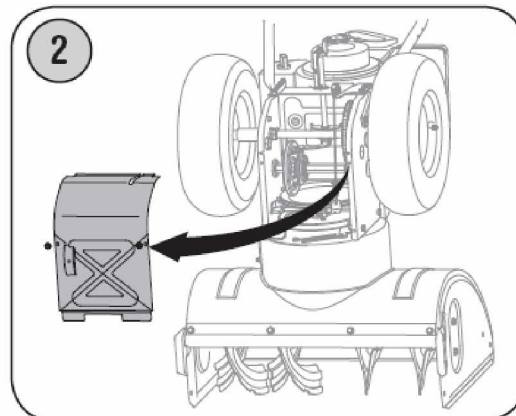

Рис. 23.
1. На наклоненном вперед снегоборке (убедитесь, что весь бензин слит из топливного бака или установлена пластиковая заглушка под крышку топливного бака), снимите кожух сцепления, расположенный под снегоборщиком, открутив самонарезающие винты. См. Рис. 23.